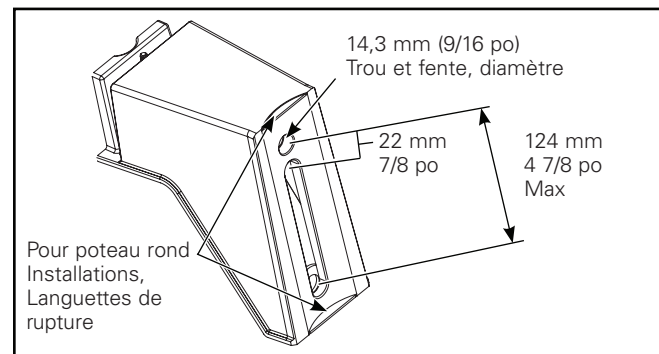

Figure 8.
2. Le bras de montage sur est conçu pour un poteau carré ou rond. L'installation de poteau rond exigera que les languettes de rupture soient retirées. Utilisez des pinces pour retirer les languettes. (Figure 8)